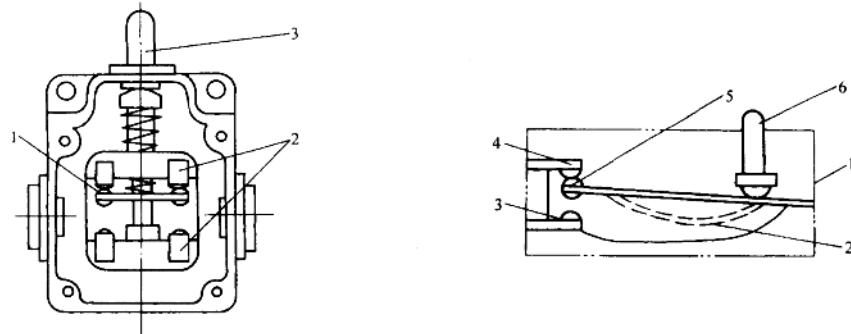

图 1-8 直动式行程开关
(1) 直动式行程开关 如图 1-8 所示,其结构与按钮相似,只是它用运动部件上的挡块来碰撞行程开关的推杆。这种行程开关触点的分合速度取决于挡块的移动速度,在挡块移动速度低于 0.4m/min 时,触点断开太慢,电弧易烧坏触点,此时不应采用这类行程开关。